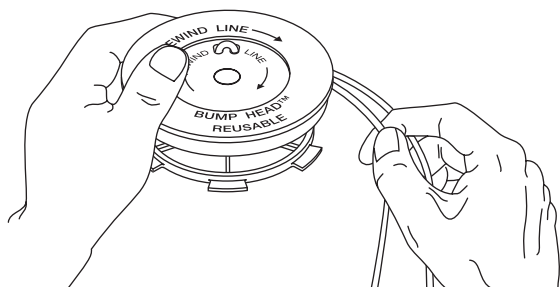

Fig. 18
- Enroulez les fils en couches uniformes serrées sur le moulinet (Fig. 18). Enroulez le fil dans le sens indiqué sur le moulinet intérieur. Placez votre index entre les deux fils pour les empêcher de se superposer. Ne superposez pas les extrémités du fil. Passez à l'étape 11.